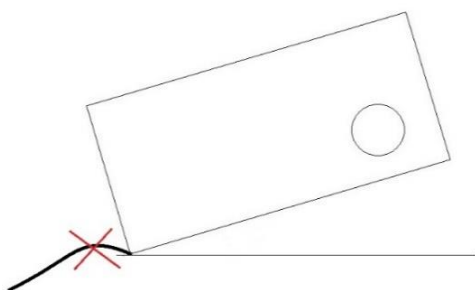

Abb. 6: Schematische Darstellung eines fehlerhaften Anschlusses des Ablaufschlauchs.
3. Der Abfluss des Entfeuchters ist mit einem Schlauch und einer Ringklemme an eine Ablauföffnung oder einen Sammelbehälter für das Kondenswasser anzuschließen. **ACHTUNG!** Der Ablaufschlauch darf an keiner Stelle höher liegen als der Abfluss. S. Abb. 6. Andernfalls kann das Wasser unter Umständen nicht aus dem Entfeuchter abfließen. Achten Sie darauf, dass der Schlauch sicher angeschlossen ist und keine Flüssigkeit entweichen kann.